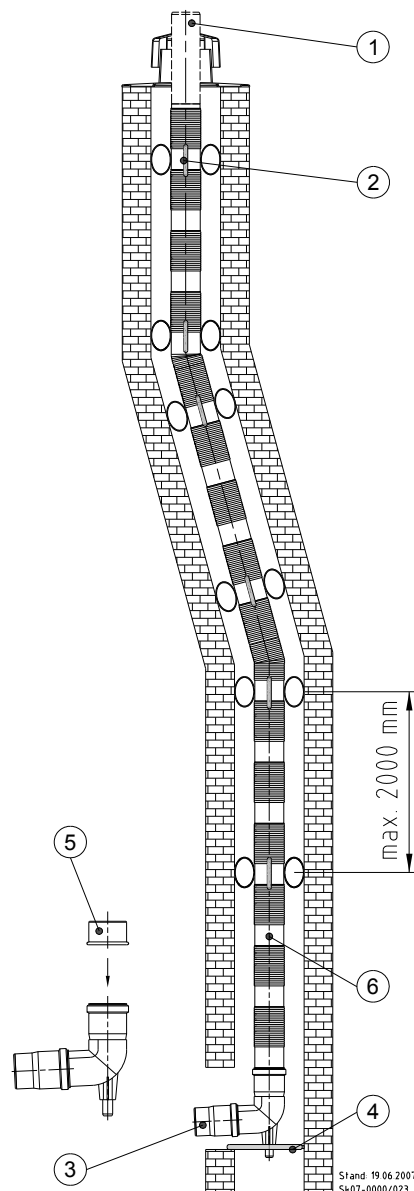

Fig. 81: Système de cheminée, flexible
Les descriptions ci-après se réfèrent à Fig. 81:
Légende de la Fig. 81:
Tout d'abord, on pousse la partie inférieure ⑬ sur l'extrémité de la conduite ① (cf. Fig. 81 et vissé sur sa surface de bride sur la bouche du puit à l'aide du kit de fixation fourni. Il faut utiliser un moyen pour rendre la bouche de la cheminée étanche, ceci en fonction de la surface. Le collier du tuyau flexible ⑭ est déployé et ensuite poussé sur l'extrémité de la conduite jusqu'à la partie basse ⑬. Le collier du tuyau flexible ⑭ s'engrène dans une rainure circulaire sur l'arête supérieure de la partie supérieure, empêchant ainsi que la conduite de gaz d'échappement ne s'échappe dans la gaine. En dernier lieu, on place de capot que l'on pousse sur la partie inférieure. Couper ensuite la conduite des gaz d'échappement à au moins 4 cm au-dessus du capot.